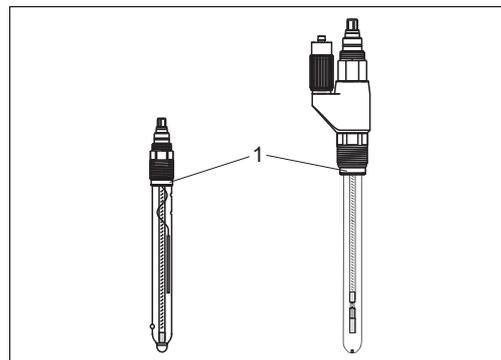

Fig. 20 : Montage du capteur
1. Retirez le capot de protection du capteur. Assurez-vous que le corps du capteur est équipé d'un joint torique (Fig. 20, pos. 1) et d'une bague de serrage (pos. 2).